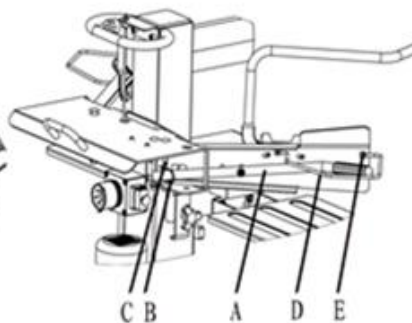
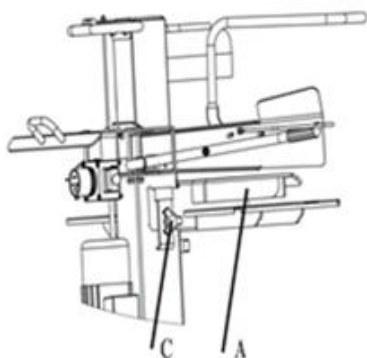
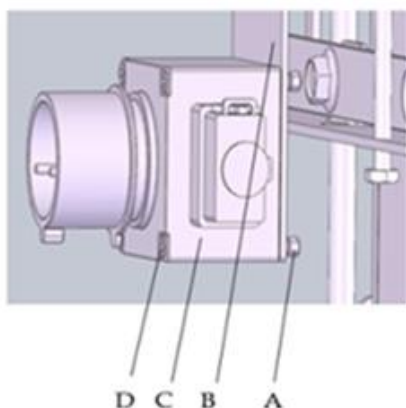

Fig. 4
Fig. 5
Fig. 6
4.2.2- Montaggio delle piastre di fissaggio (Fig.4)
- Inserire la piastra di fissaggio destra (A) nell'interruttore a bilanciere (B) e avvitarela con un bullone esagonale (C), una rondella e un dado di sicurezza. Stringere il dado in modo che la piastra di montaggio possa essere spostata.
- Montare le barre di protezione (D) sulle due piastre di fissaggio utilizzando 2 viti Phillips (E) per ciascuna piastra.
4.2.3- Montaggio del tavolo (Fig.5)
- A seconda delle dimensioni del legno da tagliare, il tavolo (A) può essere montato a diverse altezze. Le leve di bloccaggio (C) sono disponibili a ogni livello di installazione.
4.2.4- Installazione dell'interruttore (Fig.6)
- Montare l'interruttore (C) sulla piastra (B) con 4 bulloni a croce M4X60 (D) e 4 dadi M4.
- Il vassoio di appoggio sinistro (A) deve essere montato secondo le istruzioni in Fig.6 e fissato con 2 dadi di bloccaggio M8 (B).